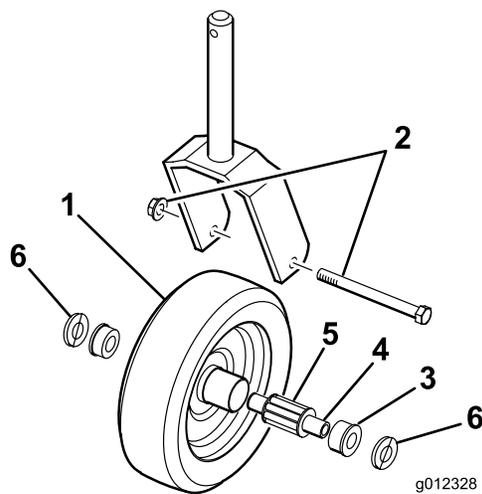

Bild 26
1. Entfernen Sie die Sicherungsmutter von der Kopfschraube, mit der das Laufrad an der Gabel befestigt ist (Bild 26). Halten Sie das Laufrad fest und schieben die Kopfschraube aus der Gabel.
2. Ziehen Sie die Spannbüchse aus der Radnabe (Bild 26).
- Entfernen Sie die Büchse aus der Radnabe und lassen das Lager herausfallen (Bild 26). Entfernen Sie die Büchse aus der gegenüberliegenden Seite der Radnabe.
- Schieben Sie die Spannbüchse vorsichtig durch die Büchse und die Radnabe (Bild 26).